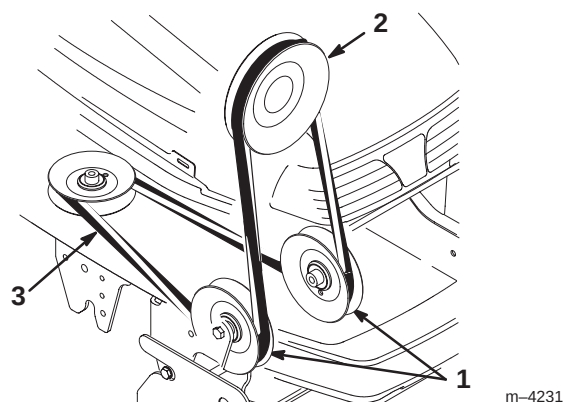

Figure 11
4. Placez la courroie dans la gorge de la poulie de PDF (Fig. 11) et veillez à la faire passer sous les poulies du bâti de poulies.